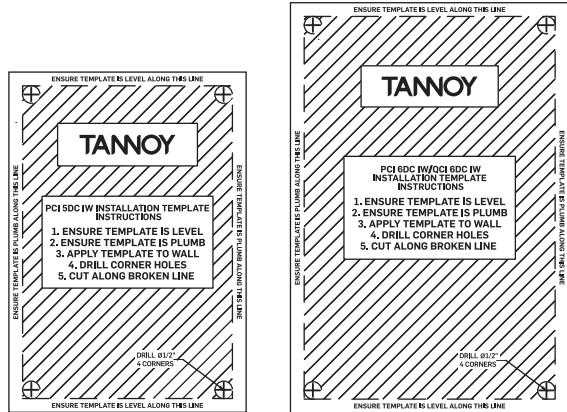
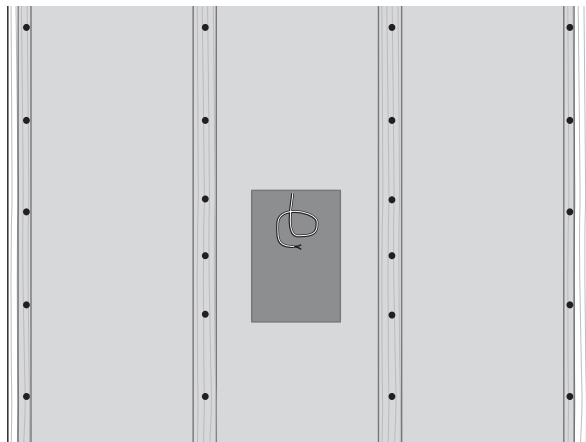

Fig. 1. Cutout Templates
Fig. 2. Drywall Cutout centered between Wall Studs
2. Utilizzare i modelli di ritaglio in dotazione (Fig. 1) nella posizione desiderata e ritagliare con cura un foro nel muro a secco utilizzando uno strumento manuale adatto. Rimuovere polvere e detriti dal foro (Fig. 2)..